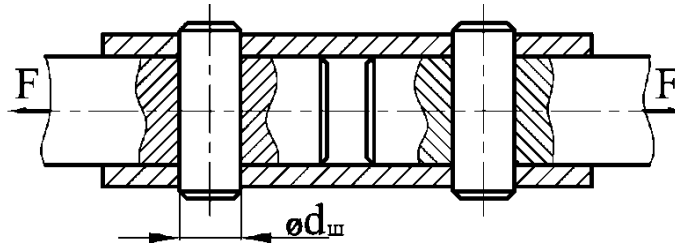

Рисунок 3.4
1. Составляем расчетную схему (рис. 3.4).